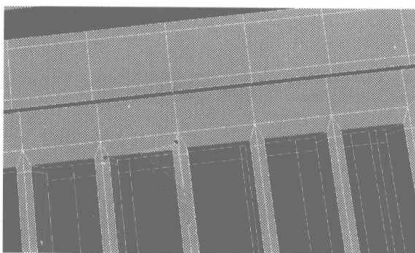
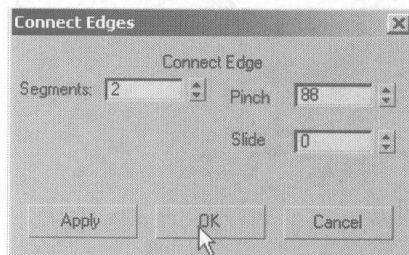

图 4.398
图 4.399
- 48 选择如图 4.398 所示的边线, 在 Selection 卷展栏中单击 **Ring** 按钮, 选择其环形曲线, 再用 Connect 命令添加细分线, 参数设置如图 4.399 所示。